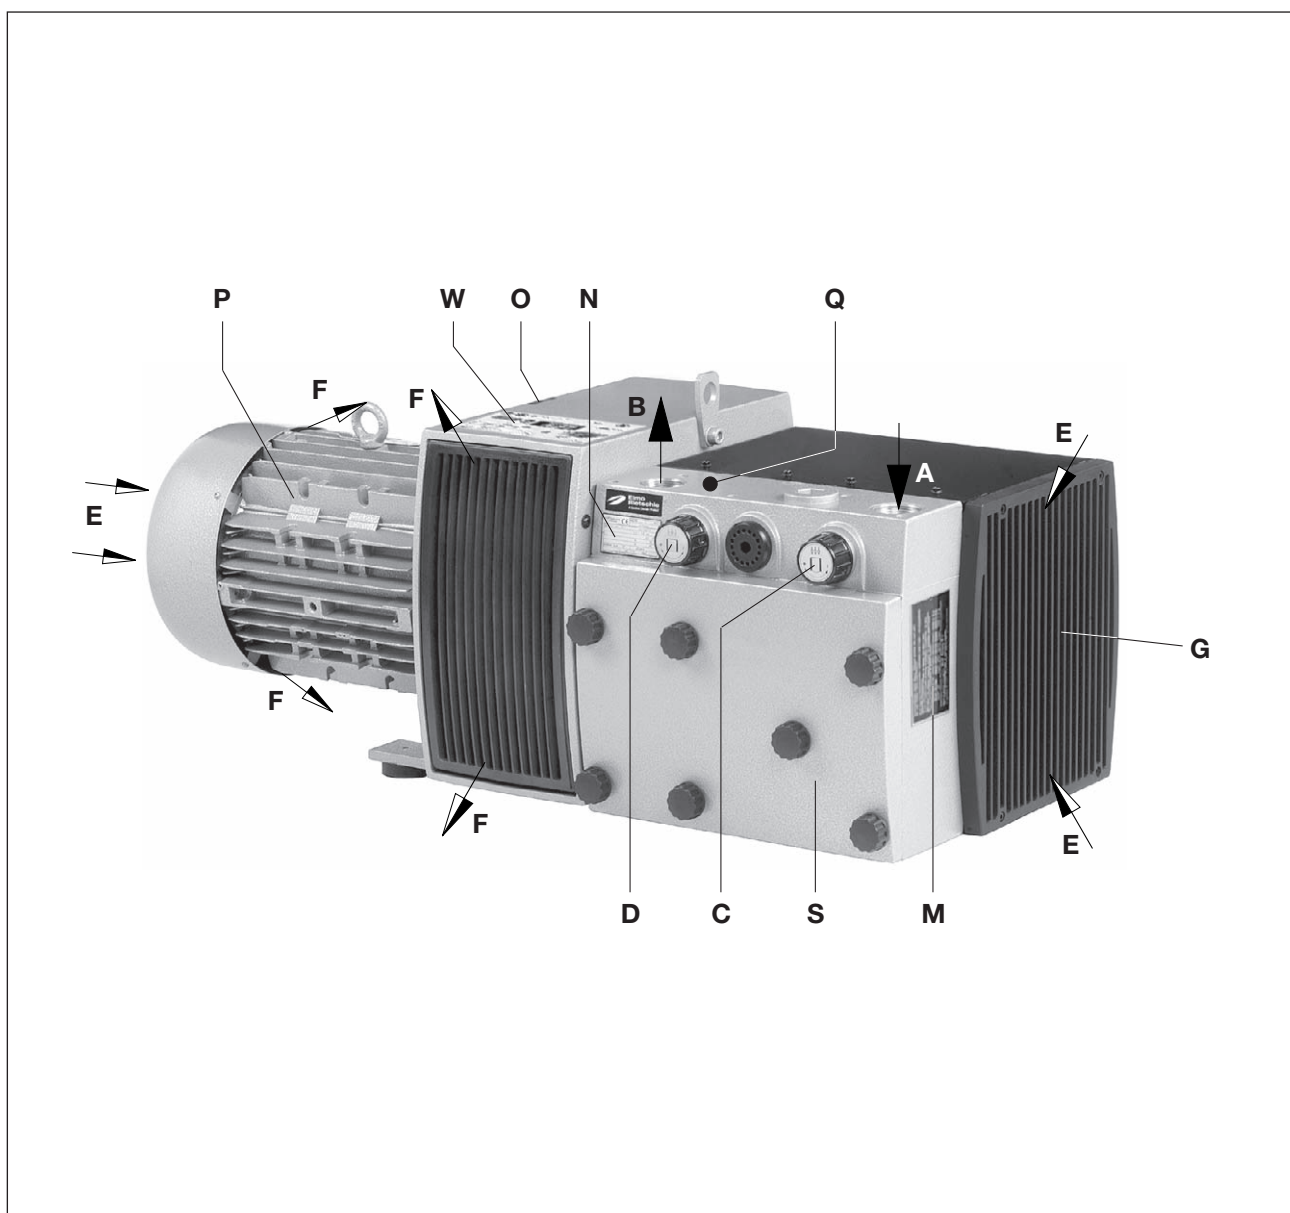

Fig. 2 Pompe pression-vide V-KTR 100 / V-KTR 140
Le débit volumétrique nominal est de 100 et 140 m³/h pour 50 Hz. Les limites de charge tant côté aspiration que surpression (bar) sont indiquées sur l'étiquette caractéristique (fig. 2/N). Le volume engendré en fonction de la surpression est donné sur la fiche technique D 461.
Le carter du filtre (fig. 2/S) doit rester facilement accessible.
Les entrées (fig. 2/E) et sorties (fig. 2/F) d'air de refroidissement doivent être espacées des parois avoisinantes d'au moins 30 cm. L'air de refroidissement refoulé ne doit pas être réaspiré. Pour faciliter la maintenance, il convient de prévoir un dégagement d'au moins 40 cm devant le carter du filtre (fig. 2/S) et la grille d'aspiration (fig. 2/G).
- a) Raccordement du vide à (fig. 2/A) et raccord de refoulement à (fig. 2/B).
Les plages de surpression et de vide se règlent au moyen de la valve de réglage de la pression (fig. 2/D) et de la valve de réglage du vide (fig. 2/C) selon le symbole placé sur le bouton.
- a) Les données électriques du moteur sont indiquées sur la plaque signalétique de l'appareil (fig. 2/N) ou sur celle du moteur. Les moteurs sont conformes à la norme DIN EN 60034 et ils sont exécutés dans la classe de protection IP 55 et la classe d'isolation F. Le schéma de raccordement se trouve dans la boîte à bornes du moteur (ceci ne concerne pas les exécutions avec prise). Vérifier que les données électriques du moteur sont bien compatibles avec le réseau (type de courant, tension, fréquence, intensité admissible).
En fonctionnement normal, les températures de surface pour les éléments (fig. 2/Q) peuvent dépasser les 70°C.
- ▷ Le sens de rotation préconisé de l'arbre d'entraînement est indiqué par la flèche d'indication du sens de rotation (fig 2/O) située sur la bride du moteur.